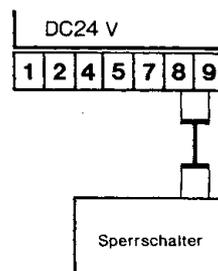

Bild 17
– Anschluß an Klemme 8 und 9 nach Bild 17